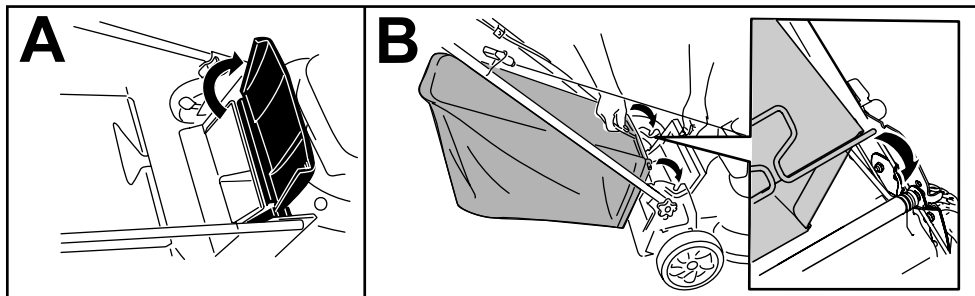

Figura 15
1. Levante e segure o defletor traseiro (A de Figura 15).
2. Instale o saco recolhedor de grama, certificando-se de que os pinos do saco recolhedor estejam apoiados nos entalhes da alça (B de Figura 15).